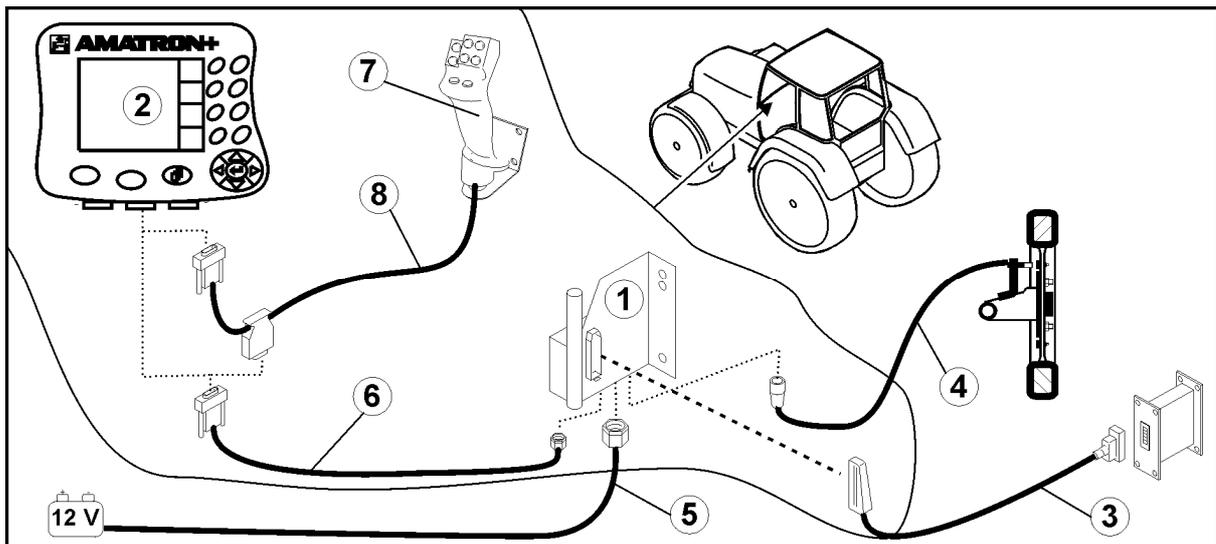
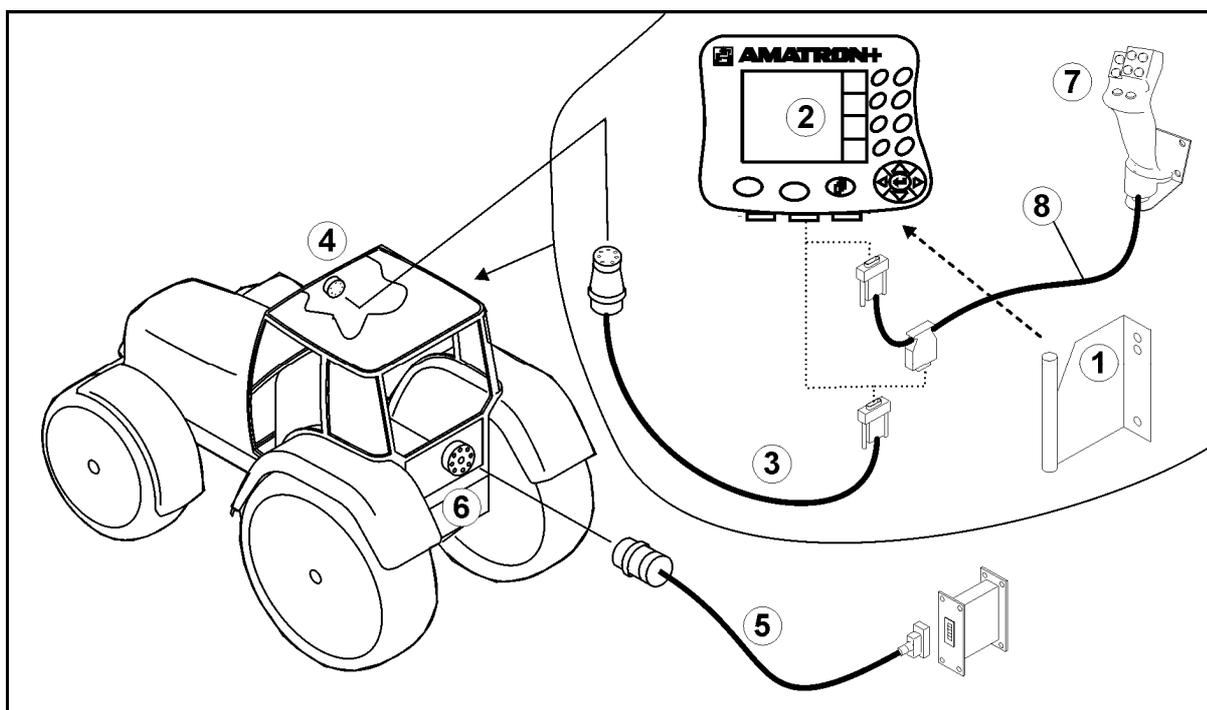

Fig. 2
Fig. 3
Beispiel (Fig. 3/6)
Des Multifunktionsgriff (Fig. 2/7) wird über ein Y-Kabel (Fig. 2/8) angeschlossen.
- Die Traktorgrundausrüstung (Fig. 2/1, bei Standardanschluss) beziehungsweise die Konsole (Fig. 3/1, bei ISO-Bus) muss im Sicht- und Griffbereich rechts vom Fahrer schwingungsfrei und elektrisch leitend an der Kabine montiert werden.
- Das Batterieanschlusskabel (Fig. 2/5).
- Signalkabel der Traktorsignal-Steckdose oder Wegstreckensensor (Fig. 2/4).
- Verbindungskabel zum **AMATRON⁺** (Fig. 2/6).
- Den **AMATRON⁺** (Fig. 2/2) auf die Traktorgrundausrüstung stecken.
- Den Stecker vom Verbindungskabel (Fig. 2/6) in die mittlere 9-polige Sub-D-Buchse (Fig. 1/1) einstecken.
- Die Maschine über den Maschinenstecker (Fig. 2/3) mit dem **AMATRON⁺** verbinden.
- Den **AMATRON⁺** (Fig. 3/2) auf die Konsole (Fig. 3/1) stecken.
- Den **AMATRON⁺** über die die mittlere 9-polige Sub-D-Buchse (Fig. 1/1) mit Anschlusskabel (Fig. 3/3) an die Iso-Bus-Terminalsteckdose (Fig. 3/4) anschließen.
- Die Maschine über Geräte-Anschlusskabel (Fig. 3/5) mit der Iso-Bus-Gerätsteckdose (Fig. 3/6) verbinden.